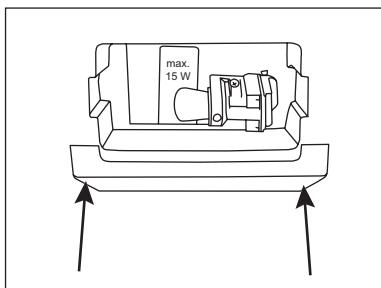

fig. 7
2. Démonter l'écran d'éclairage (fig. 7). Presser l'écran d'éclairage pour le faire sortir des deux attaches.